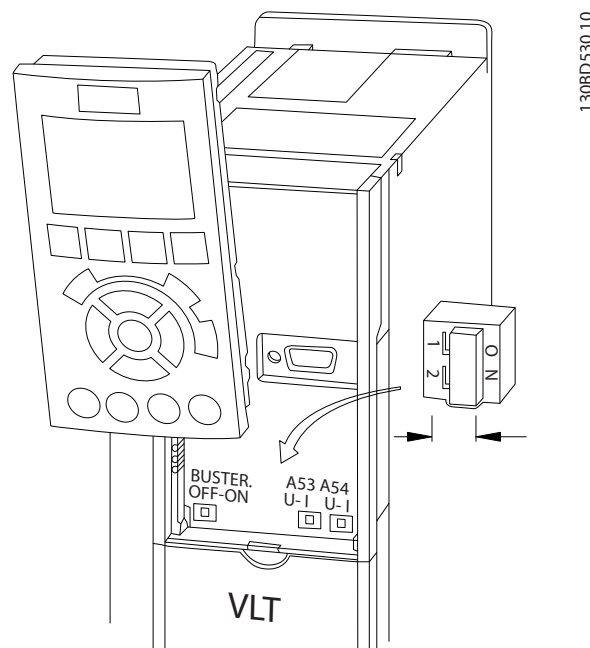

Bild 4.10 Placering av brytarna för plint 53 och 54
1. Ta bort LCP (se Bild 4.10).